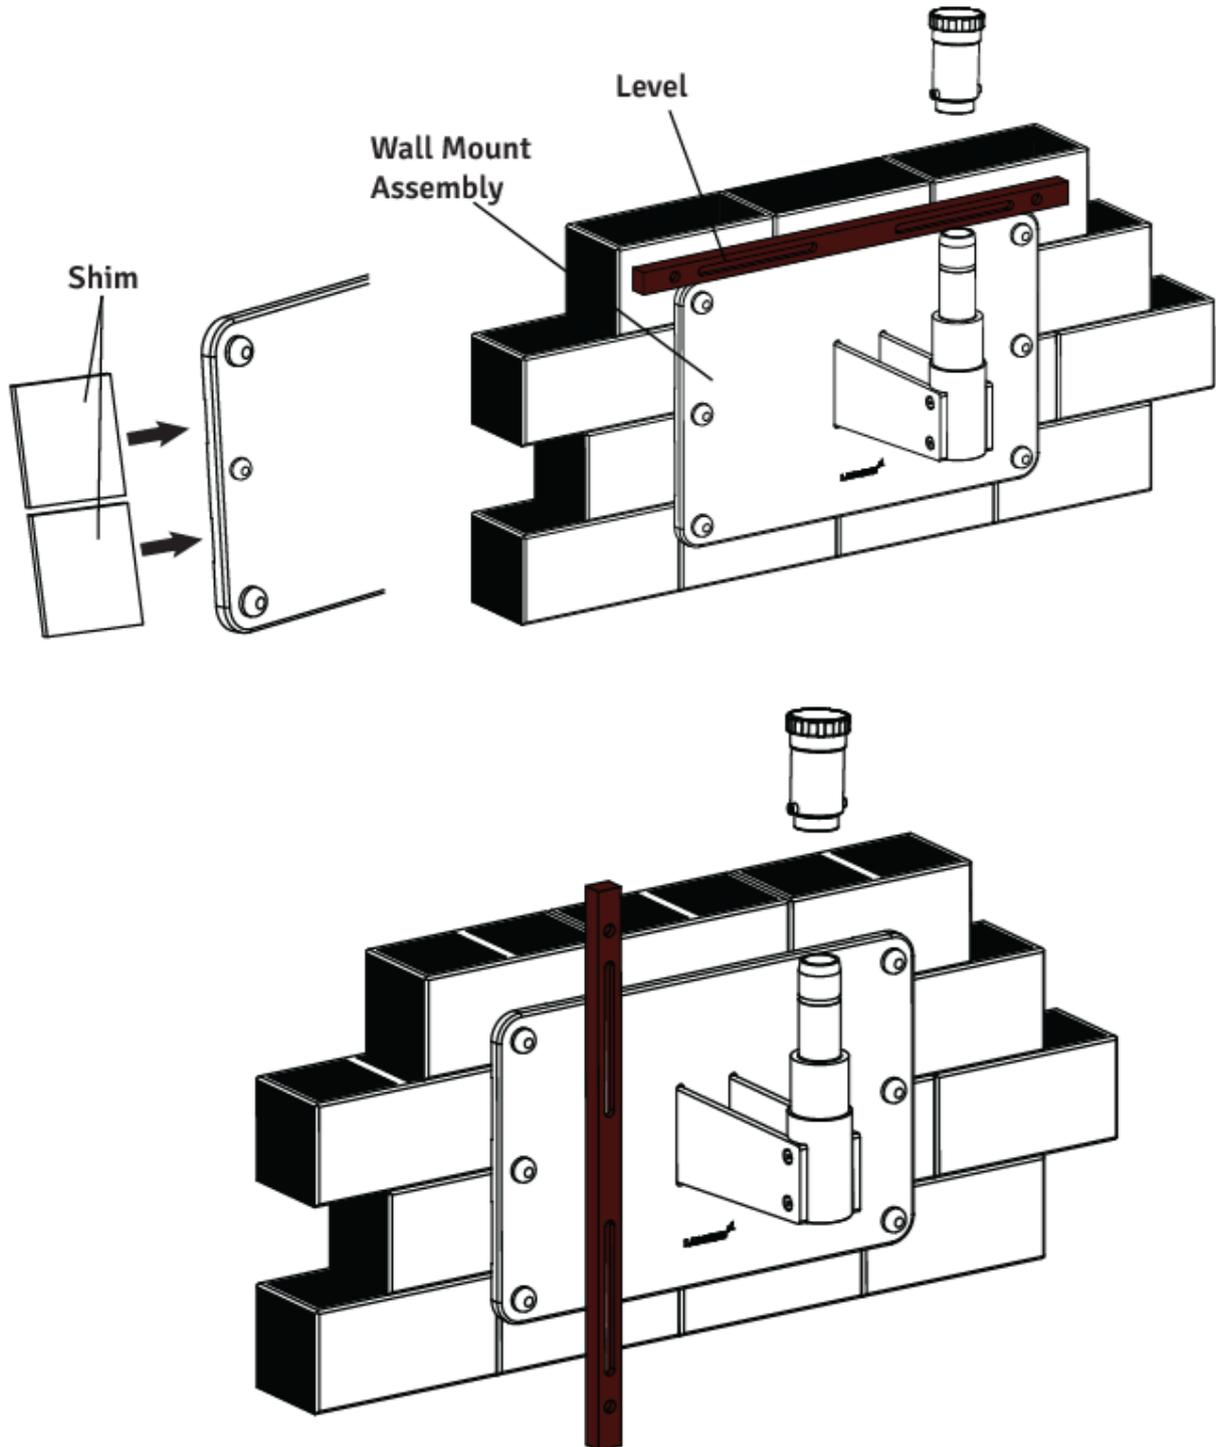

Fig. 23
2. Placez un niveau sur le dessus de la plaque arrière pour vérifier le nivellement horizontal. Voir la figure 23.
3. Utilisez un ensemble douille et cliquet de 17 mm pour desserrer légèrement les six (6) boulons à bascule dans les coins de la plaque arrière.
5. Placez un niveau verticalement le long de la face de la plaque arrière, des deux côtés, pour vous assurer qu'il est perpendiculaire au sol. Voir la figure 23
7. Vérifiez l'autre côté et insérez les cales si nécessaire, puis serrez les boulons à bascule. Voir la figure 23.
2. Dévissez le bouchon fileté de l'arbre de montage mural comme indiqué sur la fig.23.